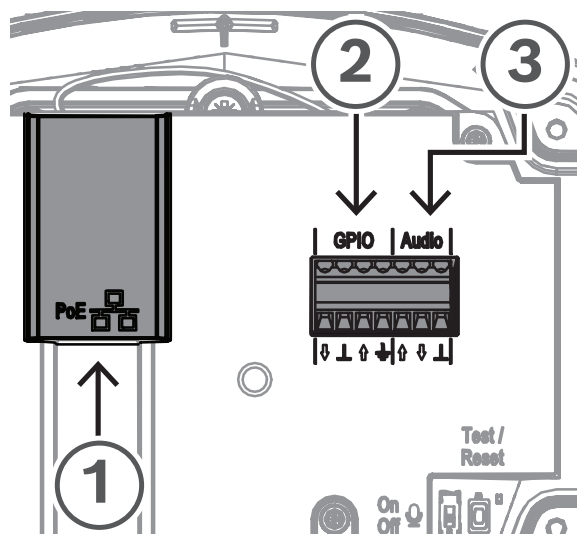

Abbildung 2.3: Rückseite des IP-Hornlautsprechers (ohne Abdeckung)
Verbinden mit dem Netzwerk (Abbildung 2.3, Angabe 1)
4. Schließen Sie dieses Kabelende an den Netzwerkanschluss an (Abbildung 2.3, Angabe 1).
Anschließen von GPIO (Abbildung 2.3, Angabe 2)
Anschließen von analogem Audio (Abbildung 2.3, Angabe 3)
4. Schließen Sie die Drähte an die Audioklemme des Geräts an (Abbildung 2.3, Angabe 3).